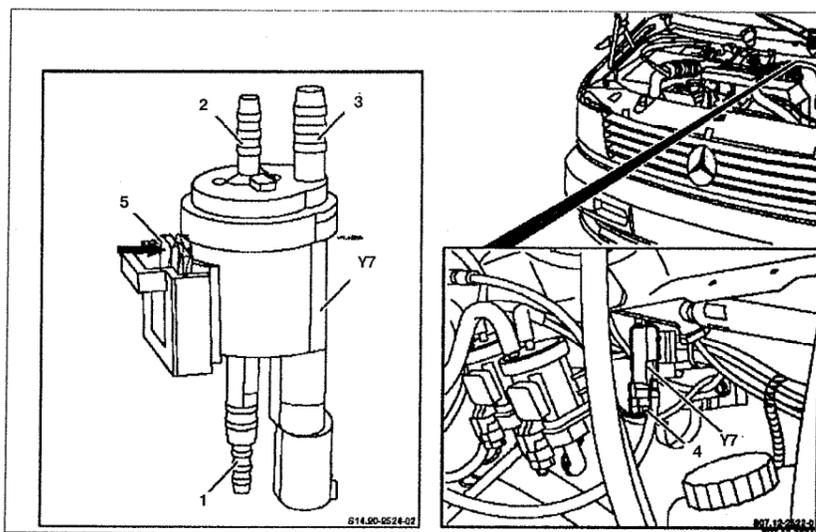

Рис. 4.60. Клапан защиты трансмиссии: 1, 2, 3. Патрубки, 4. Разъем проводки, 5. Пружина, Y7. Клапан защиты трансмиссии.
1. Отсоедините разъем проводки 4 от клапана защиты трансмиссии Y7 (см.рис.4.60).